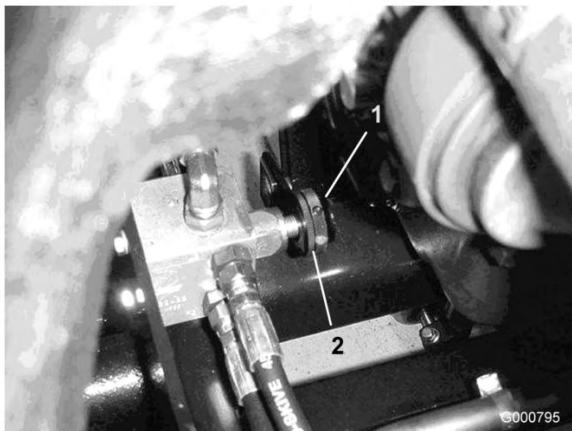

図 76
5. 調整バルブはリア・アクスルの前部にある（図 76）。
6. ノブを固定しているピンをゆるめる（図 76）。